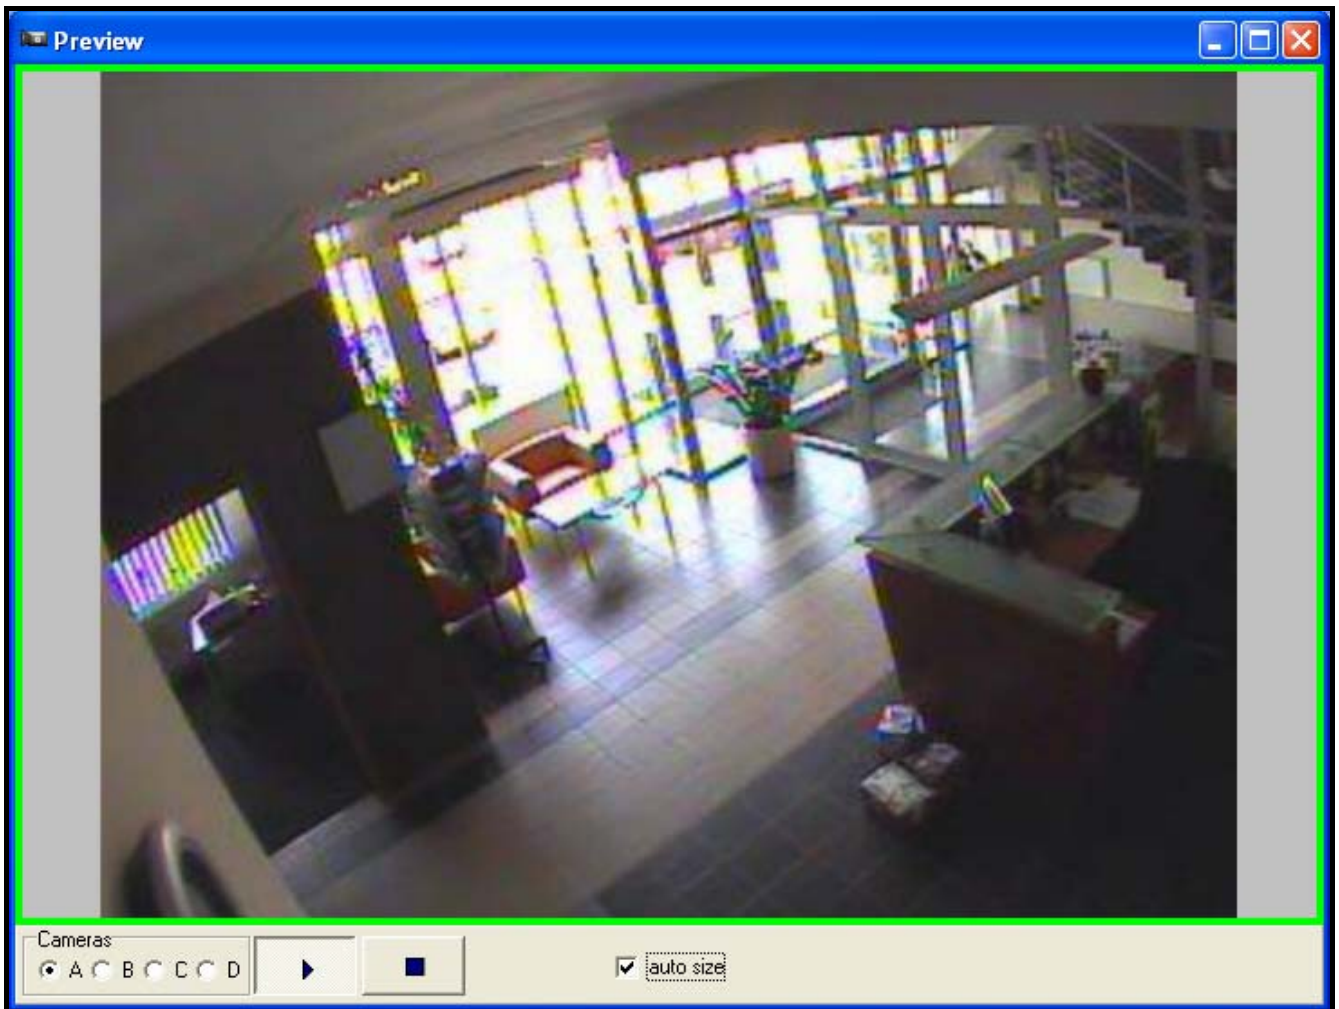

Рисунок 4. Окно наблюдения (камера „А”).
- 6 – Открытие окна локального наблюдения (см.: рисунок 4), в котором можно просматривать текущие видеоизображения, поступающие от, подключенных к устройству, камер (напр., для установки резкости изображения или соответствующего направления камер на объекте). Наблюдение можно вести от всех подключенных камер, для которых в данное время оно возможно (для которых не заблокировано наблюдение в режиме реального времени: вход - INE, INF, ING, INH – разомкнут от массы).